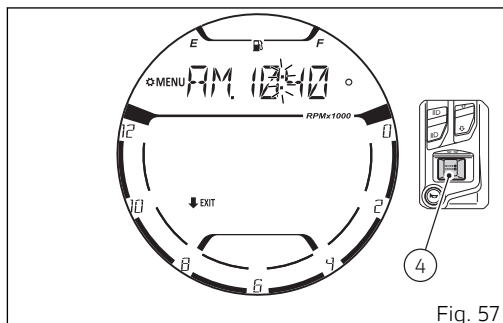

Fig. 57
Presionar el pulsador (4) para interrumpir el parpadeo de los minutos y salir de la modalidad configuración. Ahora el salpicadero indica la hora recién configurada (Fig. 57).